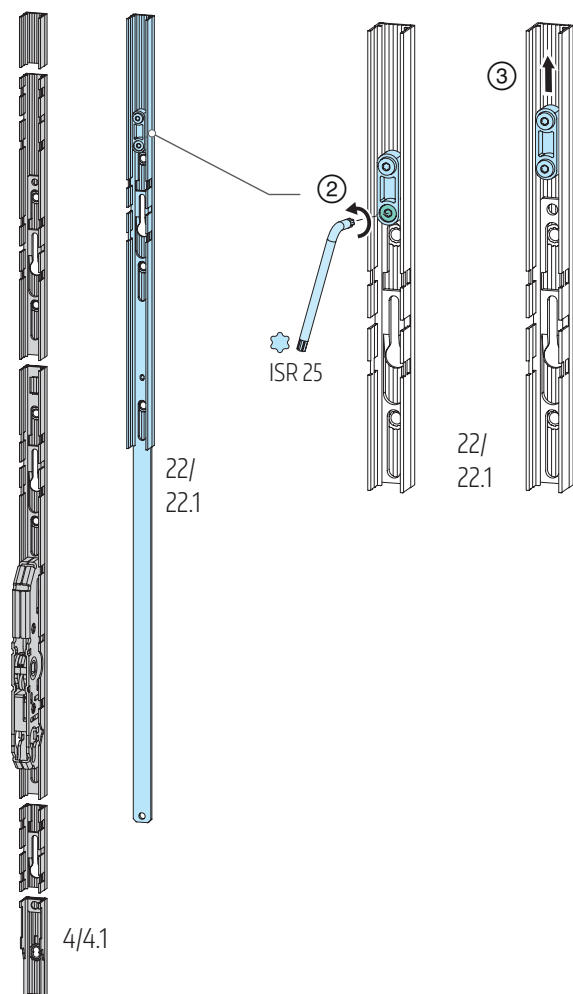

Abb. 50
Riegelstange der Getriebeverlängerung 22/22.1 lösen, ISR 25 und ③ aus Getriebestulp entnehmen; **Abb. 50**.